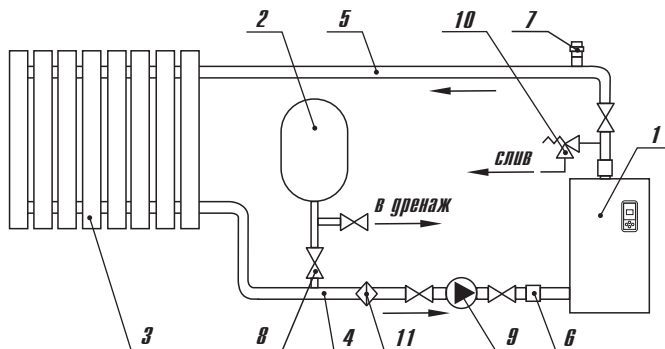

Рисунок 5
8.3. Система отопления (**рисунок 5 и 5.1**) закрытого типа, имеет расширительный бак с резиновой мембраной (**2**). Для такой системы необходимо учесть следующее:
- только для моделей **ЭВН-К-4,5ЭЗ КОМФОРТ, ЭВН-К-6ЭЗ КОМФОРТ, ЭВН-К-9ЭЗ КОМФОРТ, ЭВН-К-12ЭЗ КОМФОРТ, ЭВН-К-15ЭЗ КОМФОРТ, ЭВН-К-18ЭЗ КОМФОРТ, ЭВН-К-24ЭЗ КОМФОРТ, ЭВН-К-30ЭЗ КОМФОРТ, ЭВН-К-36ЭЗ КОМФОРТ, ЭВН-К-42ЭЗ КОМФОРТ, ЭВН-К-48ЭЗ КОМФОРТ** обязательная установка предохранительного клапана (10) от избыточного давления. Клапан устанавливается вблизи котла на трубопроводе подачи. На пути к клапану от ЭВН - К не должно быть запорных или регулирующих устройств, а также трубопроводов меньшим диаметром, чем сам клапан. Настройка давления должна быть выполнена на 15-25% больше рабочих параметров (3 бара) теплоносителя.